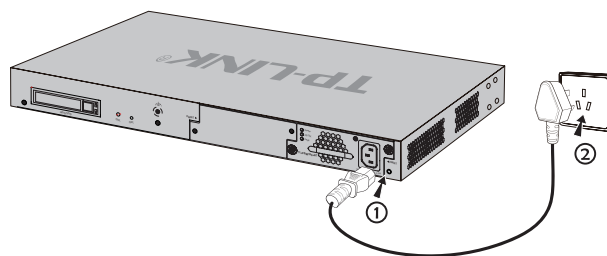

图3-4 电源线连接示意图
2. 本产品原装电源线连接本产品与电源插座, 如图3-4所示。